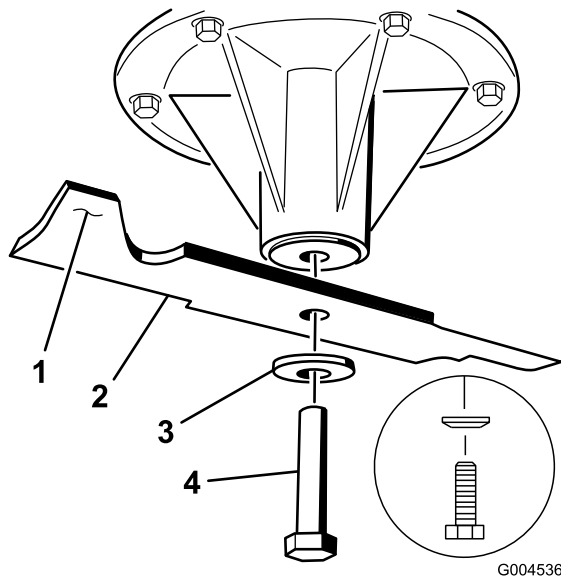

Figure 104
1. Placez la lame sur l'axe (Figure 104).
2. Installez la rondelle élastique et le boulon de la lame (Figure 104).